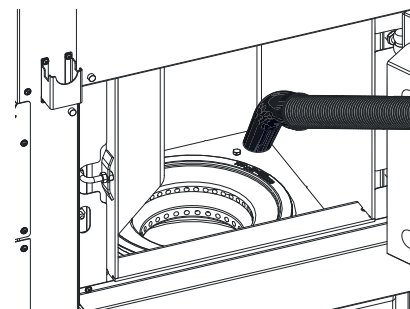

Fig. 40 Verbrennungsrückstände aus dem Brennraum entfernen
- ▶ Verbrennungsrückstände mit dem Staubsauger aus dem Brennraum entfernen – Fig. 40.